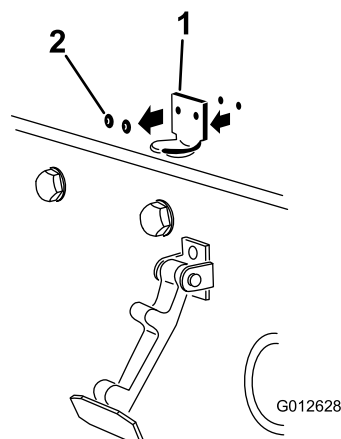

Figura 3
2. Rimuovete i 2 rivetti che fissano la staffa del fermo del cofano al cofano (Figura 3).